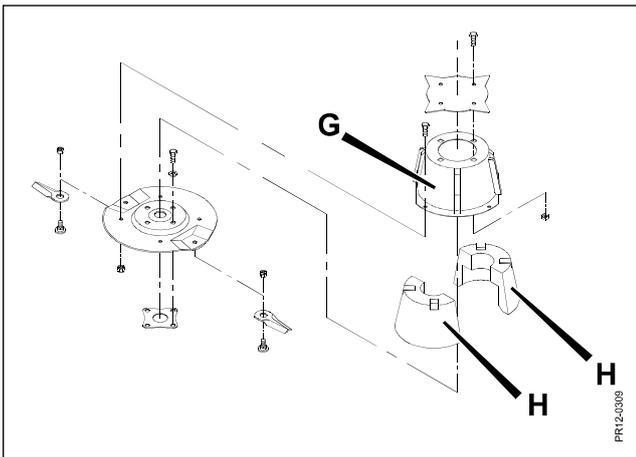

Fig. 5-7
**Fig. 5-7** Die beiden großen Flowverstärker **G** auf den äußeren Scheiben sind, um Unwucht zu vermeiden, mit einer Schaum-Kunststofffüllung **H** ausgelegt. Diese Blöcke dürfen nicht beschädigt werden, andernfalls füllen sich die Zylinder mit Staub und Schmutz, was Unwucht verursachen kann.